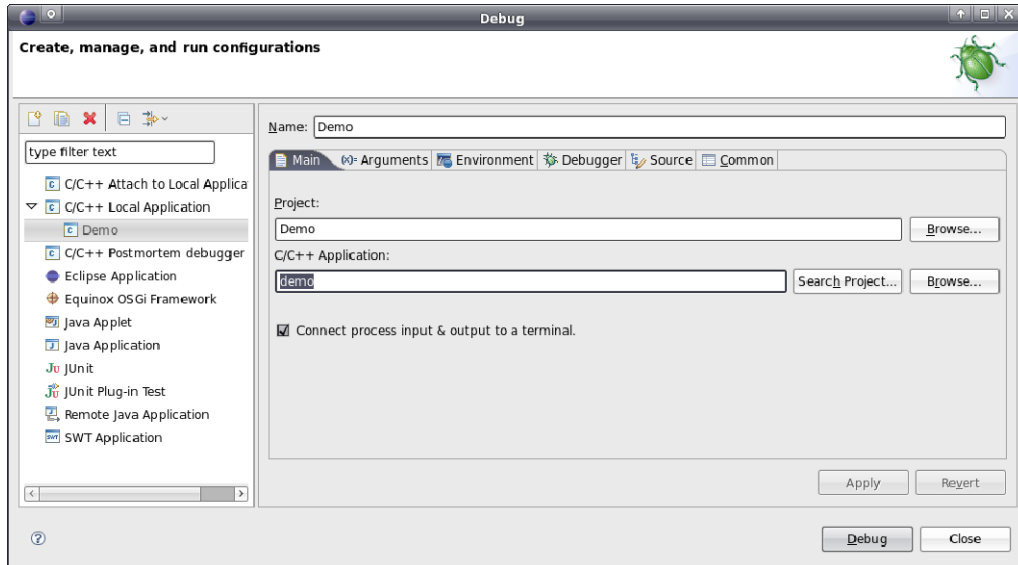

Bild 54: Festlegen der zu debuggenden Applikation
Die Konfiguration des Debuggers in der IDE ist nur einmalig beim ersten Aufruf notwendig. Die Konfiguration erfolgt innerhalb von "Eclipse" über den Menüpunkt **"Run -> Debug..."**. Dadurch wird der im Bild 54 dargestellte Konfigurationsdialog geöffnet. Hier sind folgende Schritte auszuführen:
2.1 Festlegen des im Debugger auszuführenden Programms (siehe Bild 54)